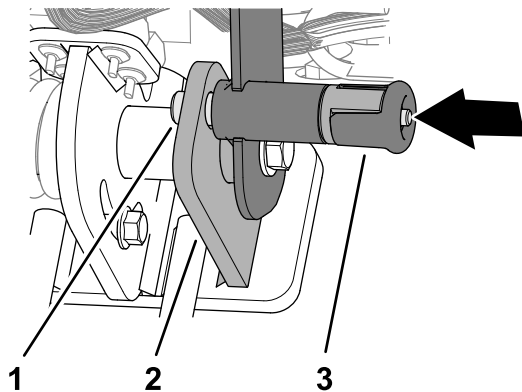

Figura 66
2. Asegúrese de que el pasador del cierre del manillar pase por el orificio de la placa de trinquete (Figura 66).